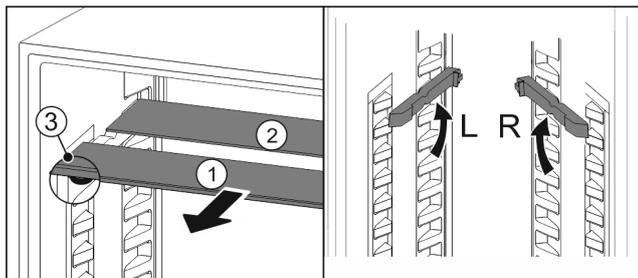

Fig. 107
- ▶ Extrageți Fig. 107 (1) pe rând plăcile de sticlă spre înainte.
- ▷ Placa de sticlă Fig. 107 (1) cu șipca decorativă se află în față.
- ▷ Opritoarele Fig. 107 (3) indică în jos.